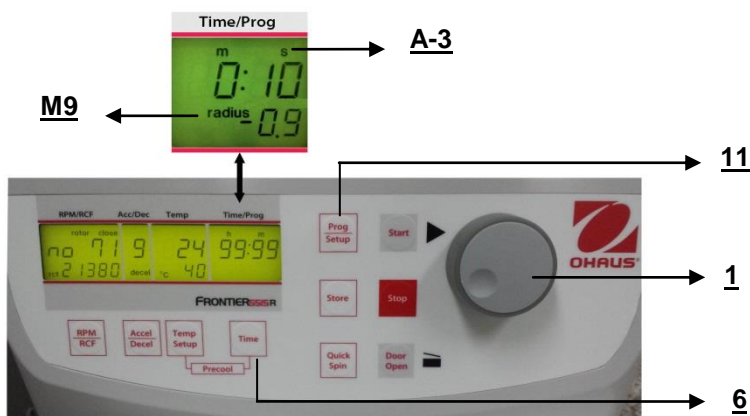

Figure. 21
Fermer le couvercle et maintenir ensuite appuyées les touches "Time" (6) (voir la figure 21) et "Prog/Setup" (11). Sur l'affichage "Time/Prog" (A-3), le mot "radius" (M9) apparaît. Avec le bouton de réglage (1), l'utilisateur peut présélectionner des corrections du rayon (voir Tableau 7, ANNEXE) par incrément de 0,1 centimètre. Après avoir défini une correction du rayon, le mot "radius" (M9) apparaît. Ce mot sera visible jusqu'à ce que la correction du rayon soit revenue à 0.